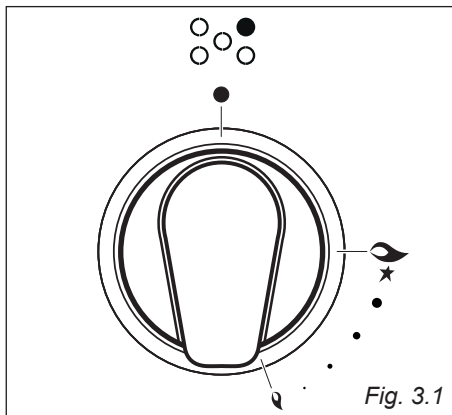

Fig. 3.1
- Svitare le viti di fissaggio della protezione "A" dietro la cucina (fig. 3.1).
- Collegare i cavi alla morsetteria "B" secondo le figure 3.1, 3.2:
L'afflusso del gas ai bruciatori è regolato da un rubinetto valvolato comandato dalla manopola di fig. 3.1.
- ✓ L'accensione elettrica è incorporata nelle manopole dei bruciatori e si identifica per il simbolo  vicino al simbolo  (fig. 3.1).